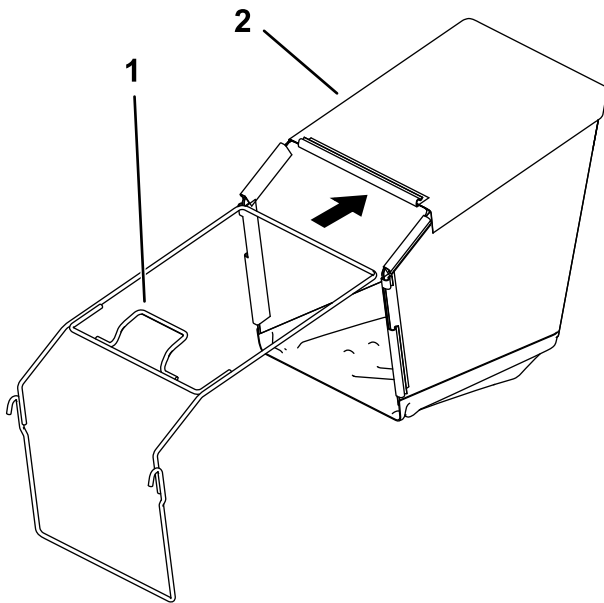

Figura 7
2. Inserite il telaio nel cesto di raccolta, tenendo la maniglia al di sopra del cesto (Figura 7).